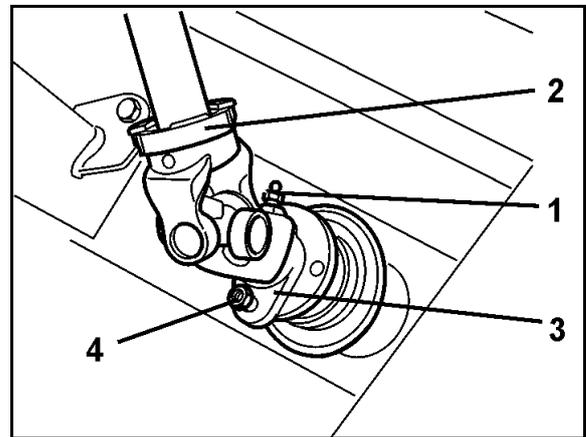

図 90
2. プロペラシャフト (図 90/2) の接続ヨーク (図 90/3) にある潤滑ニップル (図 90/1) を外してください。
3. プロペラシャフトのヨークフランジとギアボックス入力軸のフランジの間のせん断ボルト (図 90/4) を取り外します。